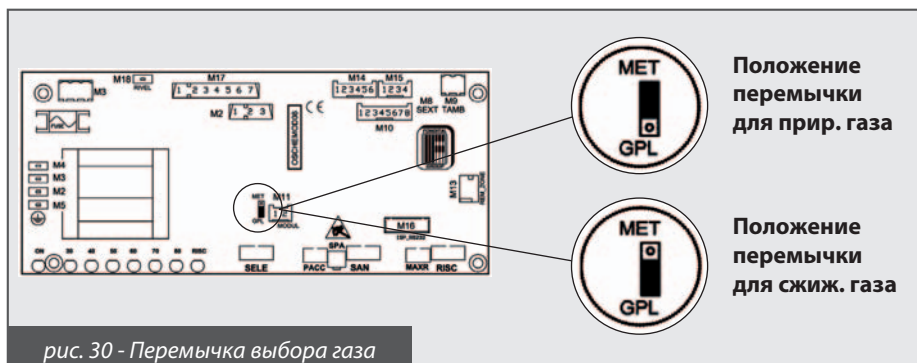

рис. 30 - Переключка выбора газа
- на электронной плате установить переключку MET-GPL в положение GPL (см. рис. 30);
- на электронной плате установить переключку MET-GPL в положение MET (см. рис. 30);